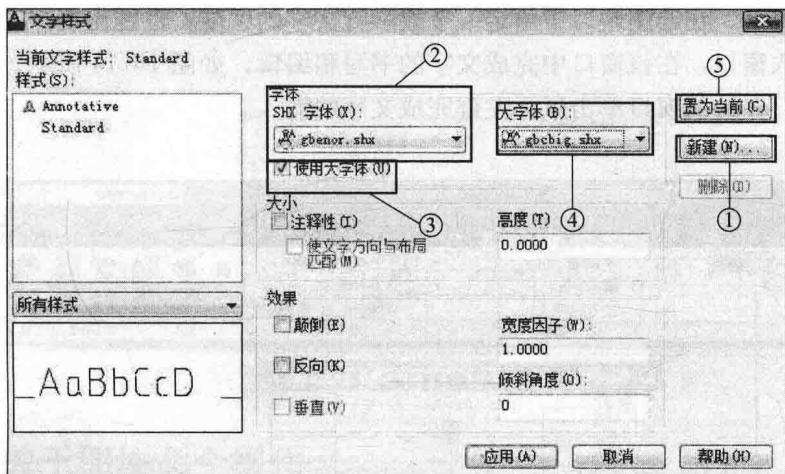
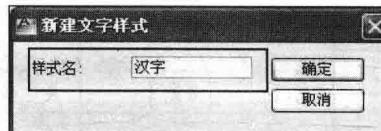

图 1-12 “文字样式”对话框
图 1-13 “新建文字样式”对话框
在“文字样式”对话框中，文字样式默认为 Standard（标准）。为符合我国国家标准，应重新设置文字的样式。单击图 1-12 “文字样式”对话框中①处的“新建”按钮，系统出现“新建文字样式”对话框，如图 1-13 所示。在图 1-13 “样式名：”框中输入新名称，如“汉字”，单击“确定”。
在图 1-12 所示“文字样式”对话框②“字体”选项区域中，单击按钮，从下拉列表里选字体格式。在“字体名 (F)”选项中选 gbenor. shx（书写直立字体），并在图 1-12 对话框③处“使用大字体 (U)”前的方框内打“√”；在图 1-12 对话框④处“大字体 (B)”选项中选 gbcbig. shx。单击图 1-12 对话框⑤处的“置为当前 (C)”按钮，再单击“关闭 (C)”按钮。